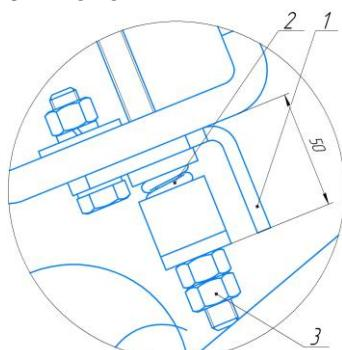

Рис. 64. Натяжное устройство
Пружина (2) (Рис. 64) должна быть предварительно натянута до длины l (50мм) шаблона (1).
- Если пружина и шаблон не находятся на одной прямой, подтяните и законтрите пружину гайками (3).